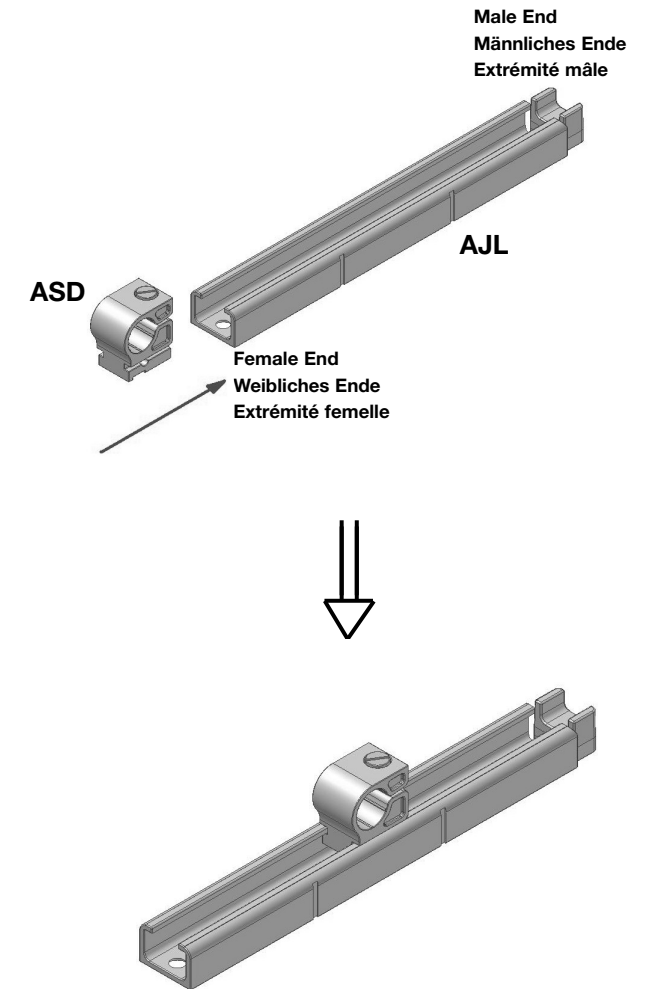
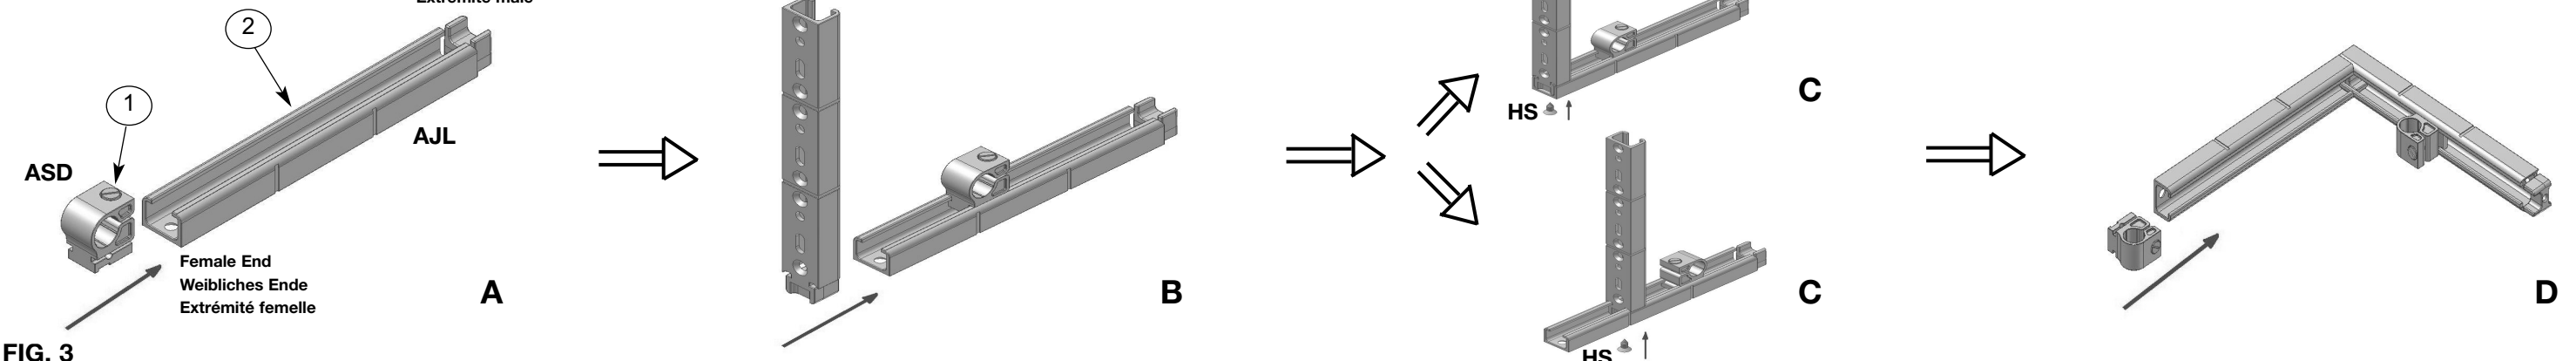

FIG. 2
FIG. 3
**Schraube für das 90° Befestigungssystem (HS):** Die Schraube sollte die nachstehenden Haupteigenschaften besitzen:
- Kopfdurchmesser (D) = 8,1 mm
- Gesamtlänge (L) = 9,5 mm
### ② Mechanische Standardmontage (FIG. 2)
- Den Halter (1) durch die Innenschmalseite längs der Schiene der Backe (2) einsetzen.
### ③ 90° Befestigungssystem (FIG. 3)
**A.** Den Halter (1) in die Innenschmalseite längs der Schiene der Backe (2) einsetzen.
**C.** Die beiden Backen in ihrem Kreuz mit der Schraube (HS) befestigen.
**Vis pour le système de fixation à 90 degrés (HS):** La vis doit présenter les caractéristiques principales ci-dessous:
- Diamètre de la tête (D) = 8,1 mm
- Longueur totale (L) = 9,5 mm
### ② Montage mécanique standard (FIG. 2)
- Insérer le support (1), à travers l'extrémité femelle le long du rail de la monture (2).
### ③ Système de fixation à 90 degrés (FIG. 3)
**A.** Insérer le support (1), à travers l'extrémité femelle le long du rail de la monture (2).
**C.** Fixer les deux montures à leur croisement avec une vis (HS).
**Tornillo para el sistema de fijación a 90° (HS):** Deben observarse las siguientes características:
- Diámetro de la cabeza (D): 8,1 mm
- Longitud total (L): 9,5 mm
### ② Montaje mecánico estándar (FIG. 2)
- Introducir el soporte (1), a través del extremo hembra a lo largo de la guía del carril (2).
### ③ Sistema de fijación a 90° (FIG. 3)
- A.** Introducir el soporte (1) a través del extremo hembra a lo largo de la guía del carril (2).
- C.** Fijar los dos carriles en su intersección con el tornillo (HS).